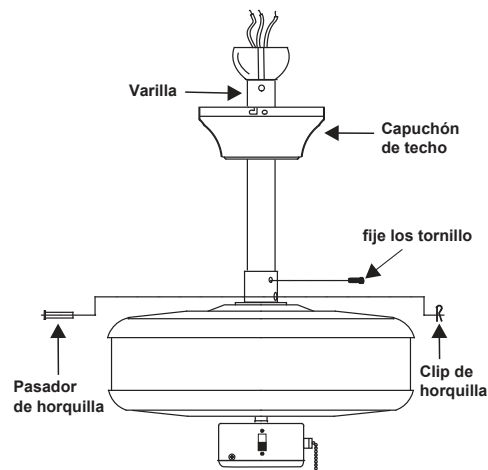

Figura 8
Paso 6. Deslice la cubierta en la varilla. Vuelva a instalar la bola de colgado en la varilla asegurándose de que el pin cruzado esté en la posición correcta, el tornillo de la bola de colgado esté bien fijado y los cables no estén doblados (Figura 8).